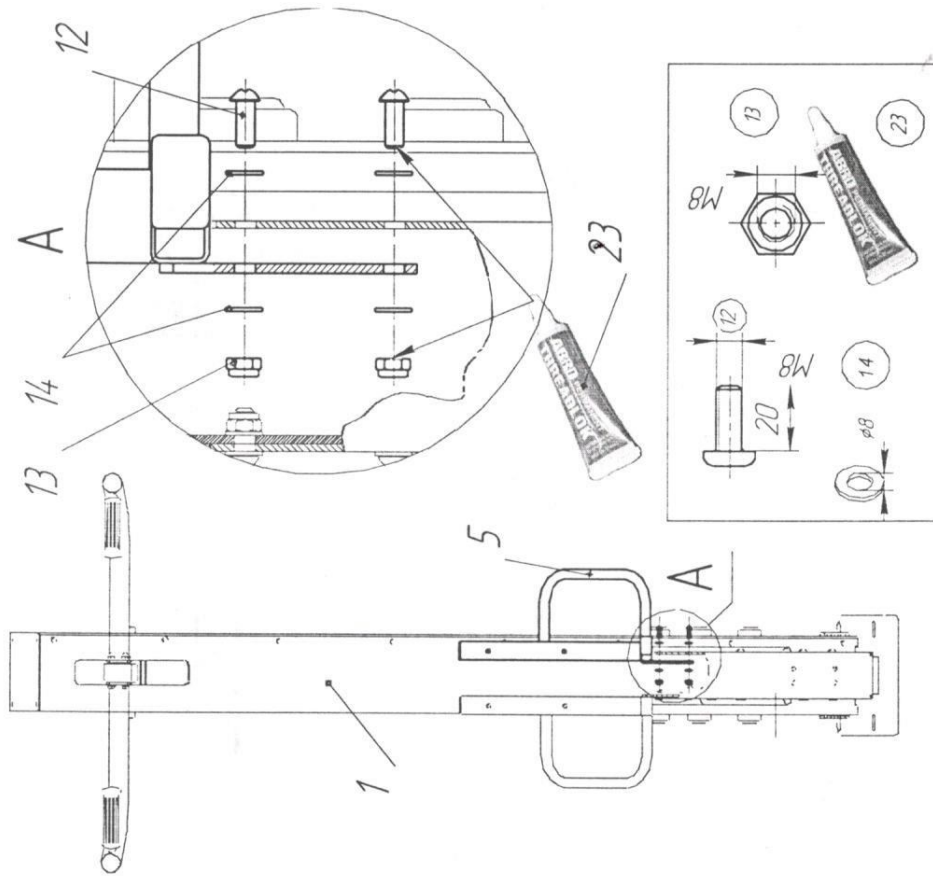

Рис.7
10.3.3.2.2 Установить кронштейн левый (рис.7) при помощи болтов поз.10, шайб поз.14 и гаек поз.13. Внимание при установке гаек поз.13 в резьбовое отверстие нанести фиксатор резьбы поз.23.